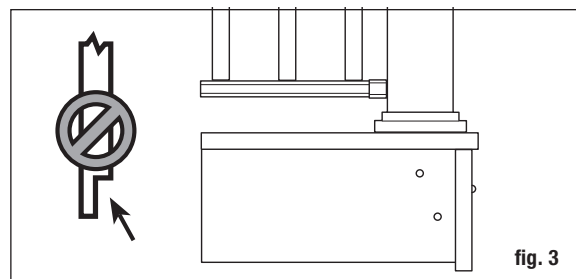

fig. 3
Étape 2 Installez les poteaux du garde-corps avant d'installer les planches de terrasse. Des poteaux de garde-corps 10 x 10 cm (4 x 4 po) en cèdre ou en pin traité sous pression ou un support de poteau fournissent la résistance structurelle du garde-corps. La longueur de chaque poteau est déterminée par la largeur totale de solive (généralement 18,4 cm (7 1/4 po)) + l'épaisseur du patio (2,5 cm (1 po)) + hauteur du garde-corps (91,4 cm (36 po)) + espacement pour le capuchon du poteau (5,08 cm (2 po)) = 116,8 cm (46 1/4 po). **Important : Ne faites pas d'encoche dans les poteaux de 4x4 du garde-corps. Cela réduirait la force du poteau et pourrait mener à une défaillance ou l'écrasement du garde-corps (fig. 3).** Utilisez des supports de poteaux structurels pour l'installation sur du béton.
Étape 3 Grâce au niveau, positionnez, mettez le poteau à niveau et maintenez-le avec un serre-joint à la face intérieure de la solive. Remettez à niveau. Le poteau de garde-corps de 10 x 10 cm (4 x 4 po) devrait être boulonné à l'intérieur de la solive avec deux boulons de carrosserie galvanisés 1/2 x 6 po. Les poteaux de coin utilisent un troisième boulon de carrosserie inséré à travers la solive adjacente (fig. 3).
Important : Ne faites pas d'encoche dans les poteaux de 4x4 du garde-corps. Cela réduirait la force du poteau et pourrait mener à une défaillance ou l'écrasement du garde-corps (fig. 3). Utilisez des supports de poteaux structurels pour les installations sur béton.